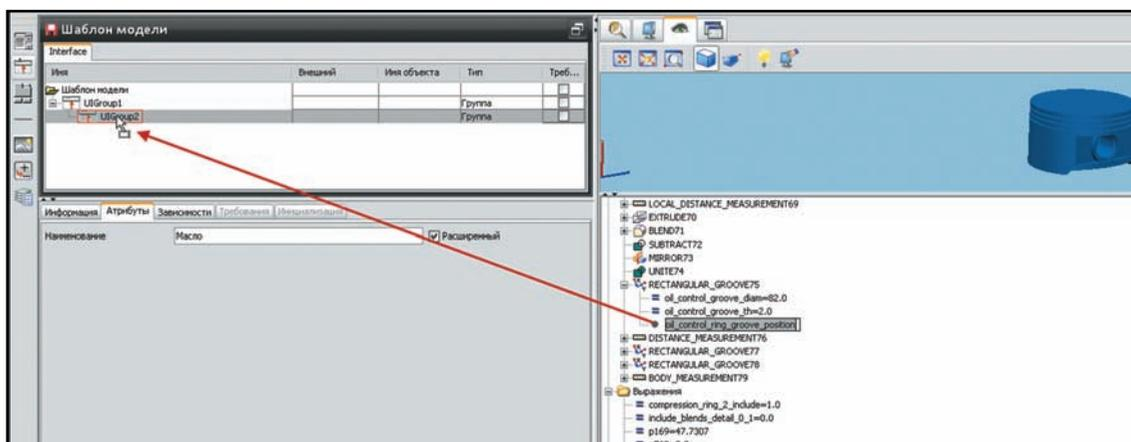

Рисунок 10.10 Добавление управляющих параметров
- Откройте вкладку **Навигатор модели** в правом верхнем окне и в дереве построения модели найдите и разверните элемент RECTANGULAR_GROOVE75. Этот конструктивный элемент формирует один из пазов на цилиндрической грани модели. Перетащите параметр `oil_control_groove_position`, находящийся под элементом RECTANGULAR_GROOVE75, в левое верхнее окно. При этом необходимо поместить перетаскиваемый элемент в подгруппу, вставленную на предыдущем шаге (рис. 10.10).